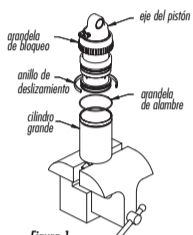

Figura 1
1. Desinle el amortiguador y agarre el extremo donde lleva la válvula con una mordaza de boca blanda, teniendo cuidado de no dañar el agujero de fijación del amortiguador (Figura 1).